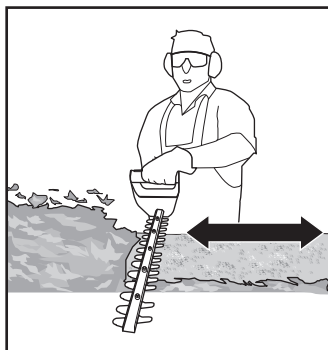

Fig. 7
8. Para obter um melhor resultado, corte por etapas em vez de tentar cortar de uma só vez se a área a ser cortada for particularmente longa (Fig. 7); as plantas cortadas mais pequenas permitem uma compostagem mais fácil.